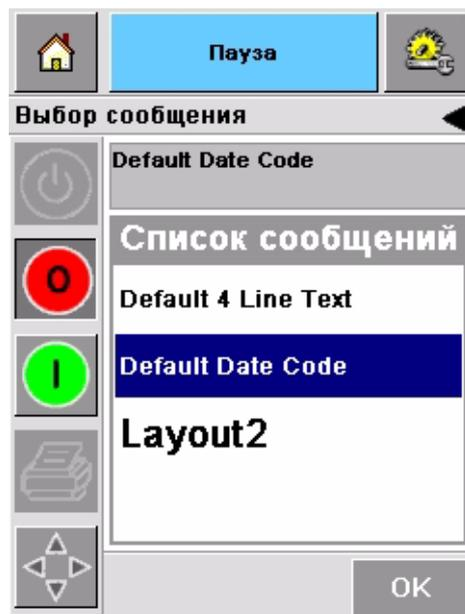

Рисунок 4-5: Выбор задания на печать
- 2 Нажмите в списке название требуемого задания для печати, как показано на Рисунок 4-5 на странице 4-4, а затем нажмите кнопку "ok".